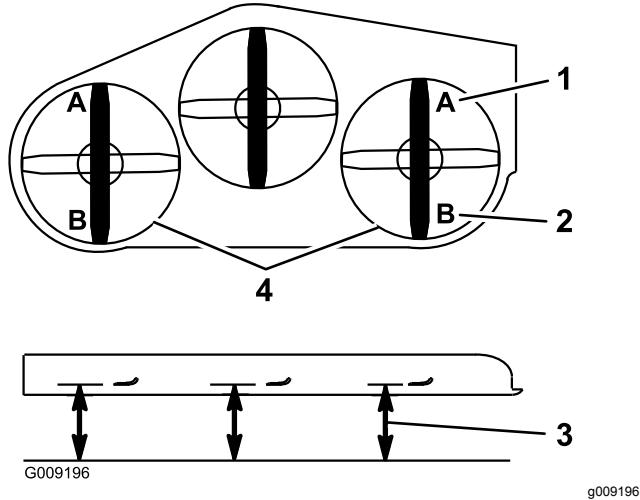

Figure 100
9. De chaque côté du tablier de coupe, mesurez la distance entre la surface plane et la pointe avant de la lame (position A), comme montré à la Figure 100.
15. De chaque côté du tablier de coupe, mesurez la distance entre la surface plane et la pointe arrière de la lame (position B), comme montré à la Figure 100.